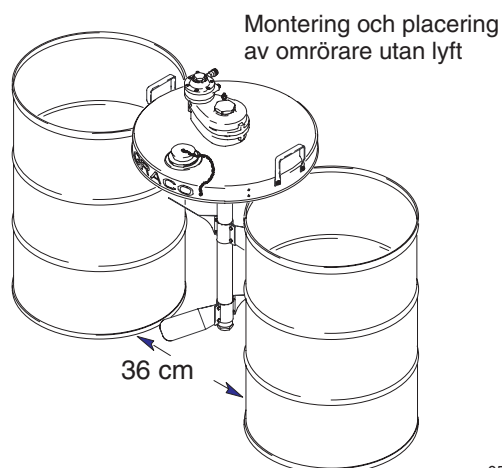

Fig. 2
Placera två standard 208-litersfat omkring 36 cm isär, och centrera fatlocket på faten med Graco-märket i mitten och vänt mot er, enligt Fig. 2. Fortsätt till steg 1 i **Med eller utan lyft**.
1. Trä omröraraxeln genom det stora hålet i mitten på fatlocket (29).
2. Vrid omröraren så att luftmotorn är till vänster om axeln, enligt Fig. 2, vilket gör att de tre gångade hålen längst ner på omröraren mot de tre hålen i fatlocket.
3. Skruva i de tre sexkantsbultarna (25) upp genom fatlocket och in i omröraren och dra åt dem till moment 8,4 N.m.
4. Montera ett par omrörarblad (28) så att de fyra genomgående hålen i bladhalvorna ligger i linje (hur bladen ska vändas visas i **Sprängskissen**).
5. Tryck fyra bultar (31) genom de fyra hålen i bladen och skruva på låsmuttrarna (32) på bultarna.
7. Dra åt de fyra låsmuttrarna (32) jämnt och dra samman bladen tills de sitter fast på axeln. Dra åt låsmuttrarna till moment 5,6 till 6,2 N.m. Det blir en glipa mellan bladhalvorna.
9. Placera de andra bladen nära nedre änden av axeln men inte mot bottenpluggen (20).
10. Vrid de undre bladen så att de står i 90 graders vinkel mot de övre och dra åt låsmuttrarna (32) till 5,6 till 6,2 N.m. Det blir en glipa mellan bladhalvorna.